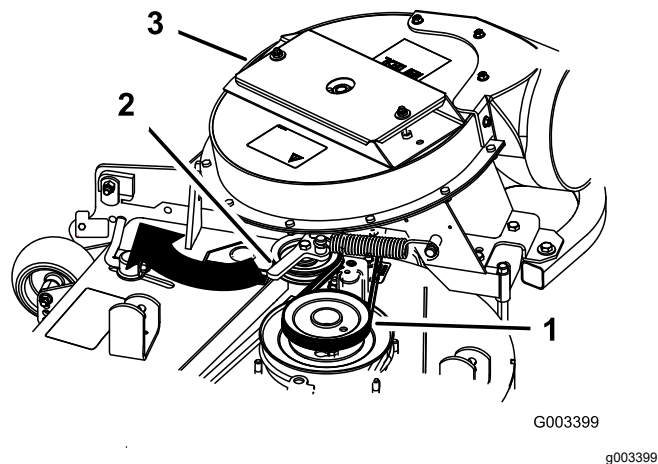

Figura 19
5. Tirez la poulie de tension rappelée par ressort vers l'arrière et chaussez la courroie sur la poulie du tablier de coupe (Figura 19).